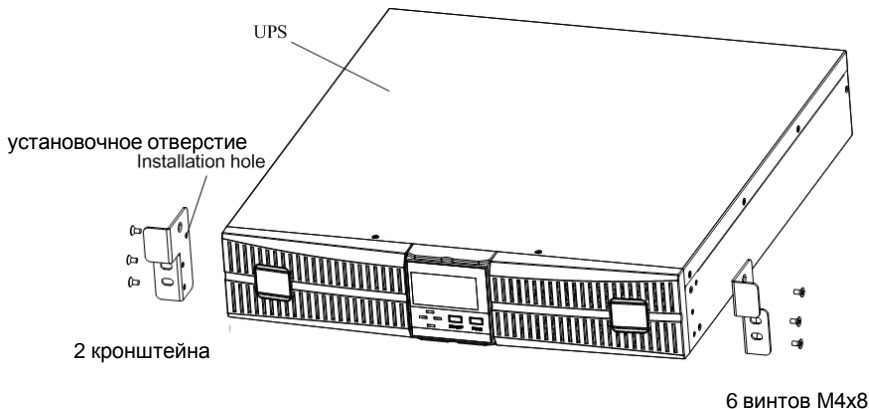

Рис.4-7 Установка кронштейнов
1. Выньте два кронштейна и шесть винтов M4 × 10 и закрепите кронштейны на ИБП с помощью винтов через установочное отверстие, как показано на Рис.4-7